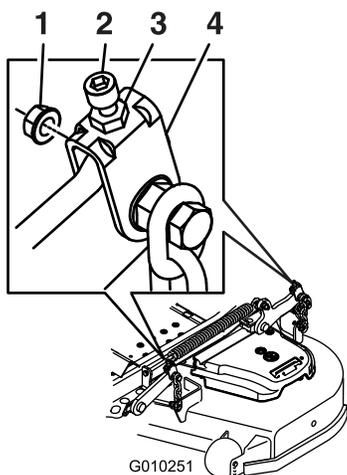

Figura 87
- Si es necesario, afloje la tuerca "whizlock" del lateral de la horquilla y la contratuerca de la parte superior. Gire el tornillo de ajuste hasta obtener una altura de 7.6 mm (3 pulg.) (ver Figura 87).
- Gire el tornillo de ajuste hasta obtener una altura de 8.3 cm (3-1/4 pulg.) (Figura 87).